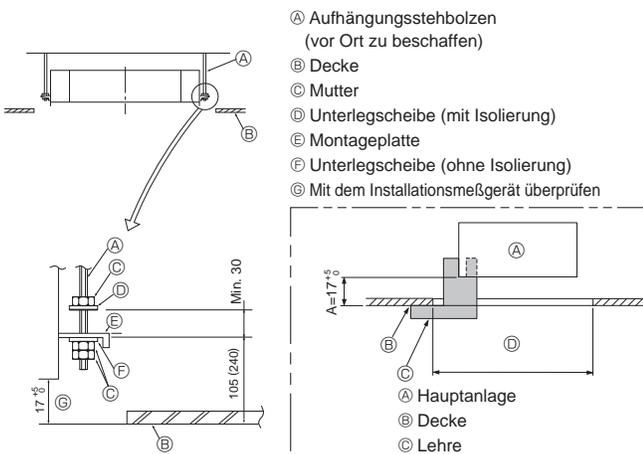

Fig. 3-6
3.6. Verfahren zur Aufhängung der Anlage (Fig. 3-6)